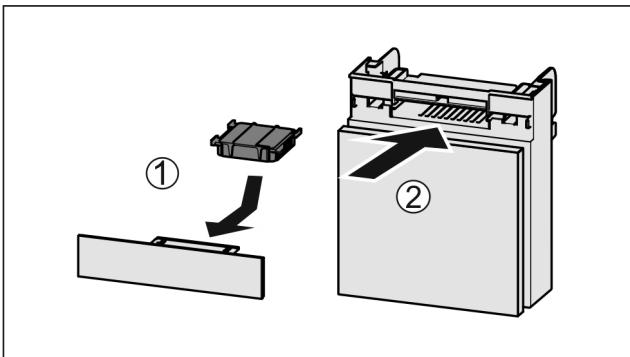

Fig. 138
- Aktivkohlefilter nach Abbildung einsetzen Fig. 138 (1).
Fach einschieben Fig. 138 (2).